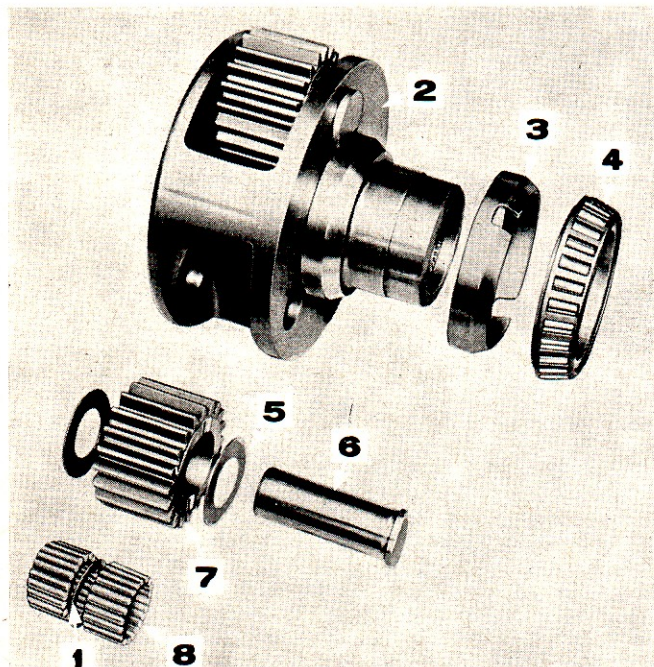

Figure 53: Vue éclatée du porte-satellites
4. Extraire des alésages les satellites, les roulements à aiguilles et leurs entretoises. (Figure 53).